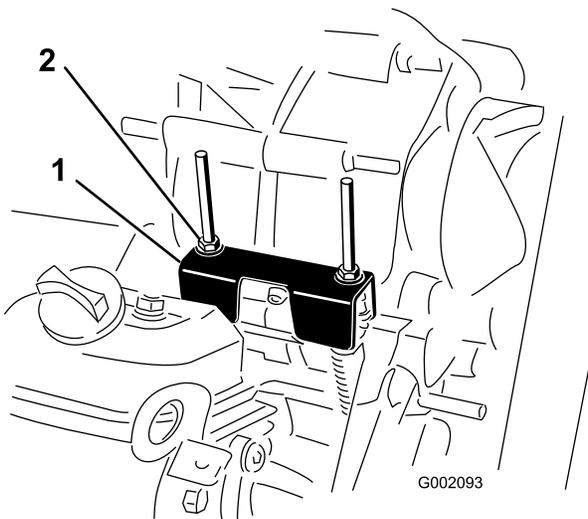

Figura 67
Sempre que for necessário efetuar operações de manutenção programada e/ou diagnósticos do motor, deverá colocar o conjunto eixo-transmissão na posição de ponto-morto (Figura 67). A alavanca de mudanças do veículo possui uma posição de ponto-morto que controla a posição neutra do conjunto eixo-transmissão. Deverá executar as seguintes operações para se certificar de que a alavanca de mudanças controla a posição neutra do conjunto eixo-transmissão de forma correta:
2. Certifique-se de que o suporte neutro está na posição neutra (nível do suporte do cabo ao capot situado por baixo do suporte das mudanças), rodando a embraiagem (Figura 67).
3. Rode uma das porcas de bloqueio (Figura 67) para conseguir 0,76 a 1,52 mm de folga entre a parte inferior da porca/anilha e o suporte neutro.